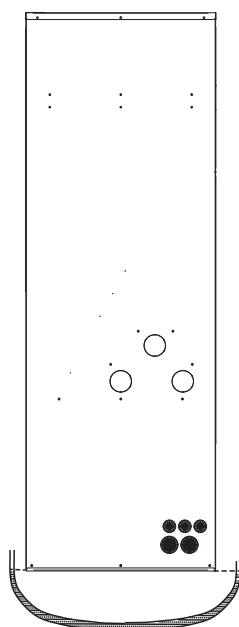

Figura 1
- 1 Mantenga la unidad nivelada. Utilice una manguera transparente para observar el nivel del agua (principio de vasos comunicantes) y verificar la nivelación de la unidad en la dirección de profundidad. (Figura 1)